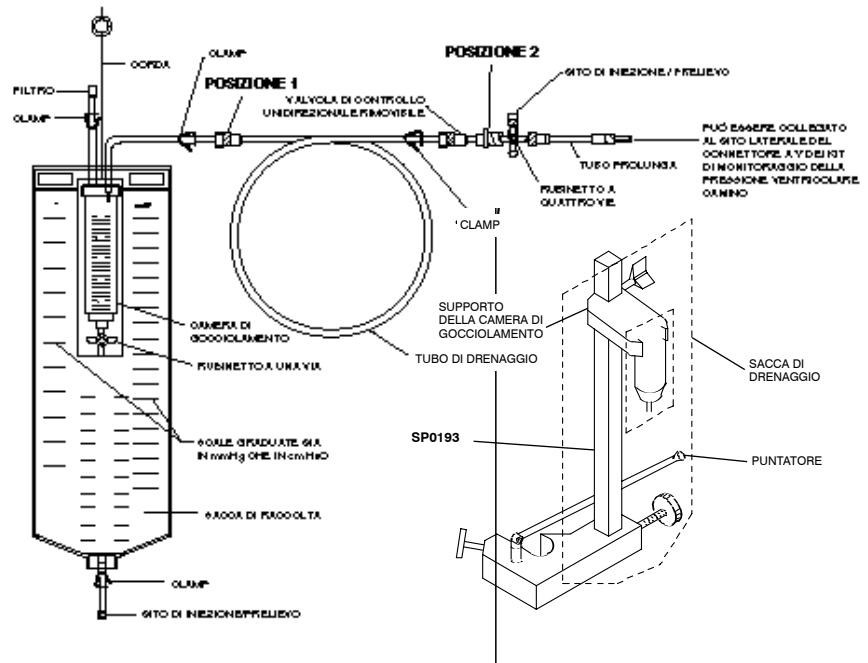

Figura 1. Descrizione del sistema
Il sistema di drenaggio ventricolare, modello NL850-500V (vedere la figura 1) fornisce un percorso sterile per il drenaggio del liquor cefalorachidiano (CSF) da un catetere ventricolare ad una sacca di raccolta. I componenti del sistema facilitano il drenaggio ventricolare, l'iniezione di liquidi, il prelievo di campioni di liquor ed il monitoraggio della pressione intracranica (PIC), se usati con i kits per il monitoraggio della pressione ventricolare Camino.
- Quando si utilizza il fermo NL850 PC, attaccarlo all'asta da flebo. Regolare l'altezza del fermo in modo tale che il puntatore allungabile si trovi approssimativamente in corrispondenza dei ventricoli del paziente (la parte superiore dell'orecchio del paziente) e che sia ben fissato in posizione. Attaccare quindi la sacca al fermo facendo scorrere la camera rigida verso il basso attraverso il porta buretta fino a quando si ferma. (vedere la figura 1). Per mantenere una pressione intracranica appropriata, utilizzare la scala di altezza posta sulla sacca. Per esempio, per ottenere una pressione intracranica di circa 15 mmHg, la tacca di 15 mmHg sulla sacca deve essere allineata al puntatore, che deve essere posizionato all'incirca allo stesso livello in cui si trovano i ventricoli del paziente. Dopo aver eseguito l'allineamento, accertarsi che il porta buretta sia stato bloccato in situ.
El Sistema de drenaje ventricular, modelo NL850-500V (véase la figura 1) proporciona una vía estéril de fluidos para el drenaje del líquido cefalorraquídeo (LCR) desde un catéter intraventricular a una bolsa de recogida. Los componentes del sistema facilitan el drenaje ventricular, la inyección de líquido, la obtención de muestras de LCR y la monitorización de la presión intracranal (PIC) cuando se utiliza en combinación con los equipos de monitorización de la presión intraventricular Camino.
Ajuste la altura del soporte de la barra del gotero para que el puntero extendido esté ubicado aproximadamente a nivel de los ventrículos del paciente (la parte superior de la oreja del paciente) y fíjelo en su sitio. A continuación, una la bolsa al soporte de la barra del gotero deslizando la bureta hacia abajo en el portaburetas hasta que se detenga (véase la figura 1). Utilice la escala de presión de la bolsa para mantener la PIC apropiada. Por ejemplo, para mantener una PIC de aproximadamente 15mmHg, la marca de 15mmHg de la bolsa debe estar alineada con el puntero, que está aproximadamente a nivel con los ventrículos del paciente. Después de alinear la bolsa, asegúrese que la portaburetas esté fijada en su sitio.